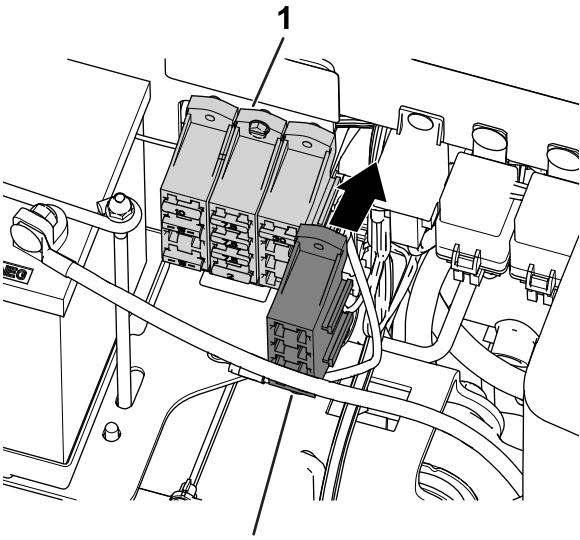

Figure 7
2. Placez le porte-fusibles sur le porte-fusibles de la machine (Figure 7).